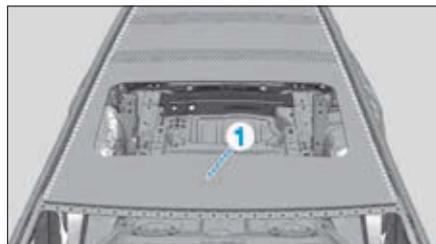

FIG. 133
- Découper la partie centrale du pavillon (1) en suivant les lignes interrompues (Fig.133).
- Chauffer la partie centrale du pavillon (1) dans les zones quadrillées avec un pistolet à air chaud.